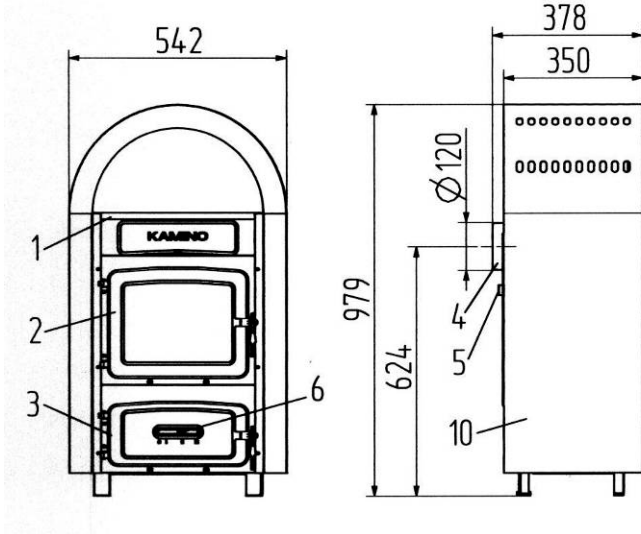

Bild 1
- Bild 1: 109-6 Kamino F/A (TYP 109 60)